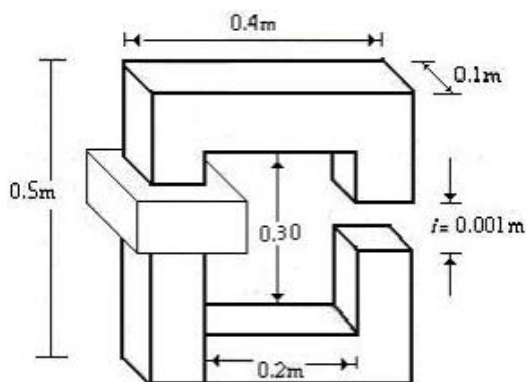

Fig. 3
3.-En el *entrehierro* del circuito magnético de la Fig. 3 se necesita un *flujo útil* de 10 mWb. Determinar la *fmm* necesaria suponiendo la construcción con chapa de *silicio-acero*. Considerar 5 % de *flujo disperso* en el *entrehierro* y *factor de laminado* 0,85.-